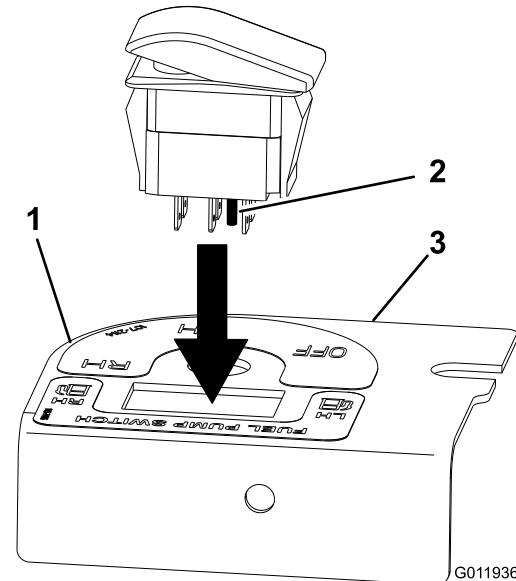

Figure 6
16. Montez le commutateur dans le support en veillant à placer la broche de positionnement située en bas du côté gauche (Figure 6).